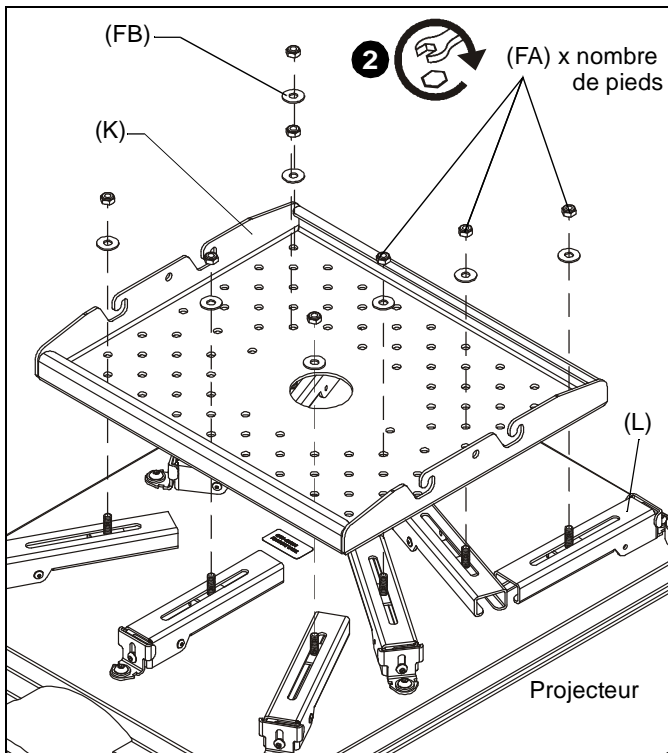

Figure 3
3. Abaissez la plaque HB (K) sur les pieds et attachez-la en utilisant un écrou de blocage de 5/16" (FA) et une rondelle plate de 5/16" (FB) sur chaque pied HBU (L). (Voir la Figure 3)